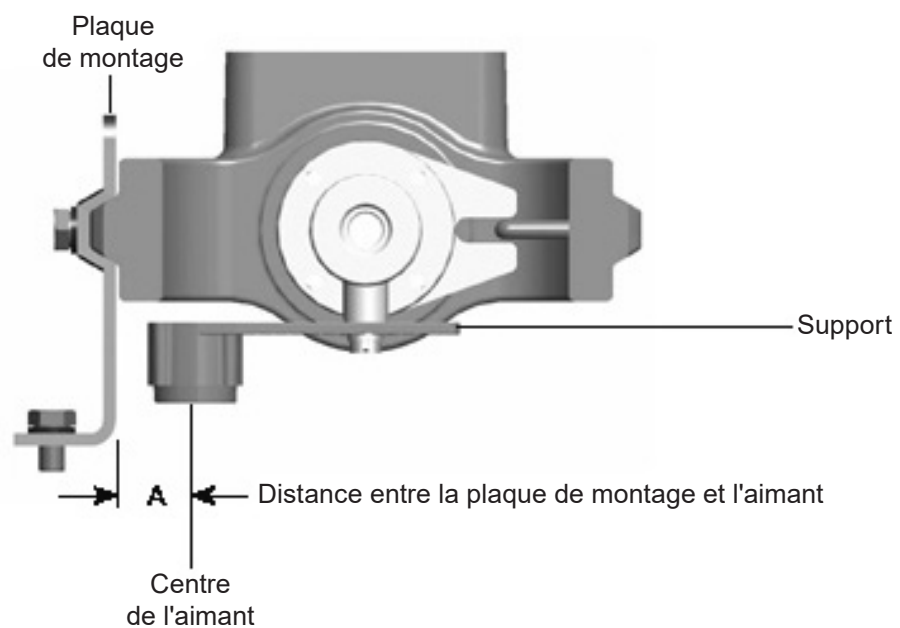

Fig. 8
5.2.3 Si vous n'utilisez pas de servomoteur Spirax Sarco, faire glisser l'aimant jusqu'à ce que la distance 'A' entre le centre de l'aimant et le côté interne de la plaque de montage soit de 25 mm (Fig. 8).